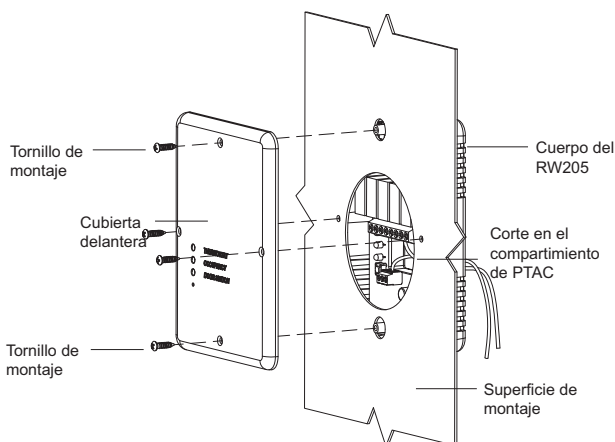

Figura 2. Instalación entre paredes
- Montaje detrás de un corte en una pared de PTAC. La placa de refuerzo del RW205 incorpora resaltes para tornillos con capacidad de soportar la parte detrás de un corte en el compartimiento de PTAC. Consulte la Figura 2 a continuación. Se incluye una plantilla de corte para este tipo de instalación en el paquete de su RW205.
7. Vuelva a colocar la cubierta delantera del RW205. Consulte la Figura 2 para obtener la configuración correcta si lo va a instalar detrás de un corte de pared PTAC.